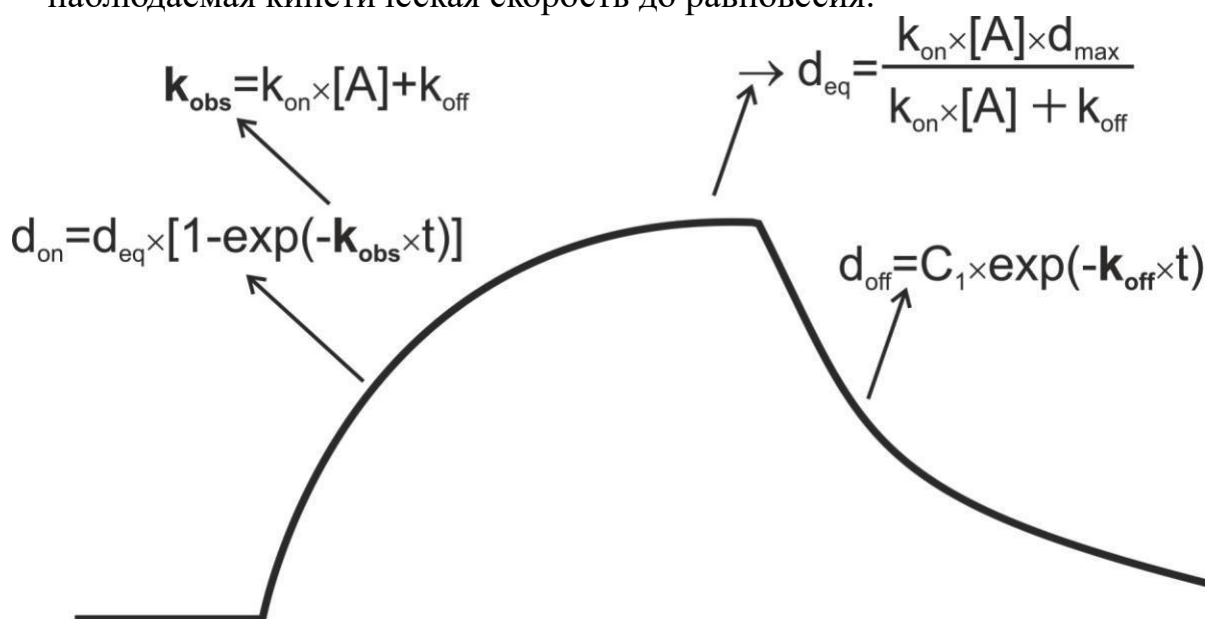

Рисунок 18. Схематическая кинетическая кривая, показывающая фазы ассоциации и диссоциации.
В окне «FormFitResults» **Рисунок 15**) можно выбрать несколько кинетических моделей для подгонки данных. На **Рисунке 16** показаны доступные модели (A-D) для подгонки. Основная модель — модель Ленгмюра (с дрейфом и без дрейфа — (B) на **рис. 16**). В этой модели (схематически изображенной на **рис. 18**):